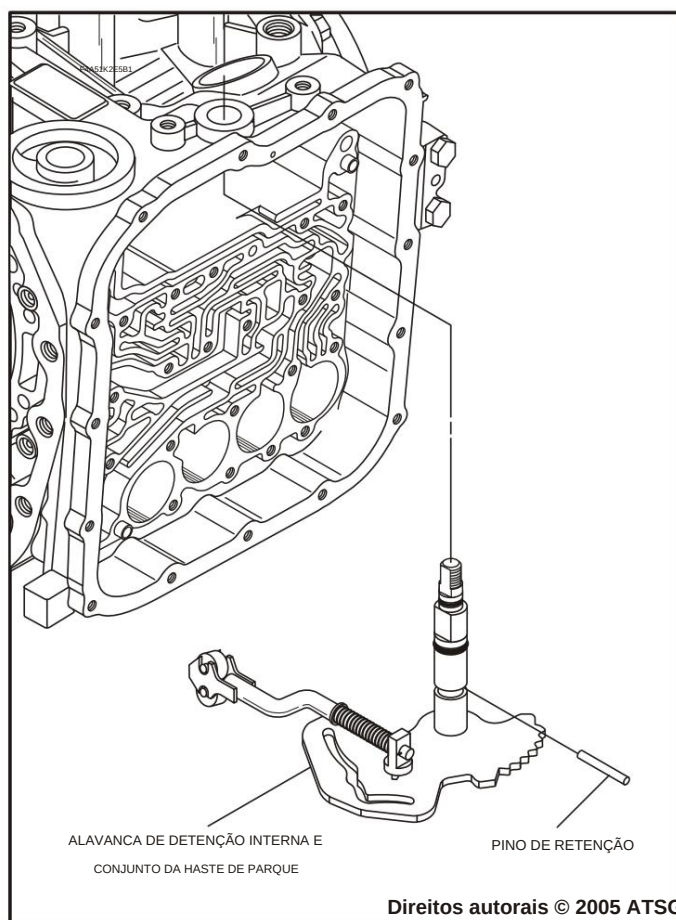

Figura 36
18. Com o pino de retenção do eixo manual removido, gire para frente e para trás e remova a alavanca de retenção interna e a haste de estacionamento através do interior da caixa, conforme mostrado na Figura 36.